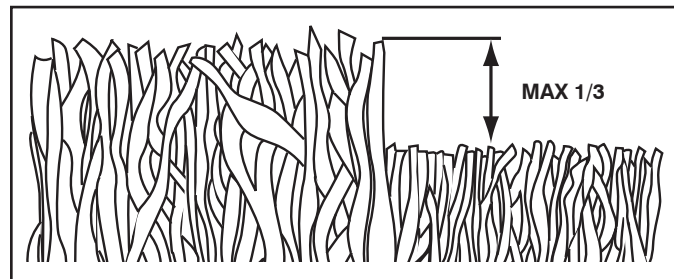

FIG. 12
- Para obtener los mejores resultados, ajuste la altura del corte de la segadora de modo que ésta corte solamente el tercio superior de las hojas de césped. En el caso de que el césped haya crecido demasiado, puede ser necesario el elevar la altura del corte para reducir el esfuerzo necesario para empujar la segadora y para evitar sobrecargar el motor, dejando montones de recortes de césped. Para un césped muy pesado, reduzca el ancho del corte pasando por encima del lugar anteriormente cortado y siegue lentamente (vea Fig. 12).